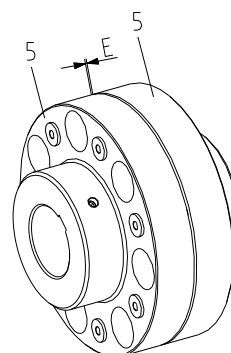

Fig. 15
- Déplacer les ensembles axialement jusqu'à atteindre la cote E (voir fig. 15).